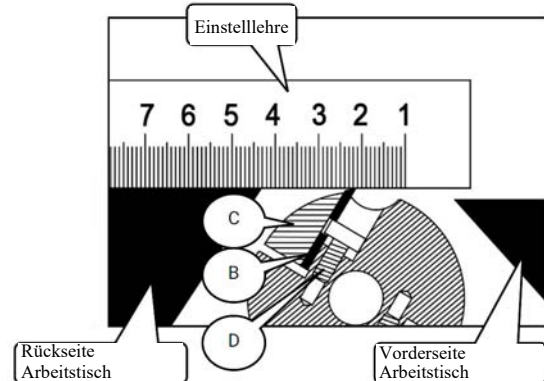

Abb. 17: Hobelmesser und Messerhalter entfernen
Schritt 6: Hobelmesser (Pos.B, Abb.17) und Messerhalter (Pos.C, Abb.17) entnehmen.
Schritt 8: Neues Hobelmesser einsetzen und mit den Schrauben (Pos.D, Abb.17) befestigen.
Schritt 9: Messerhalter (Pos.C, Abb.17) auf das neue Hobelmesser setzen.